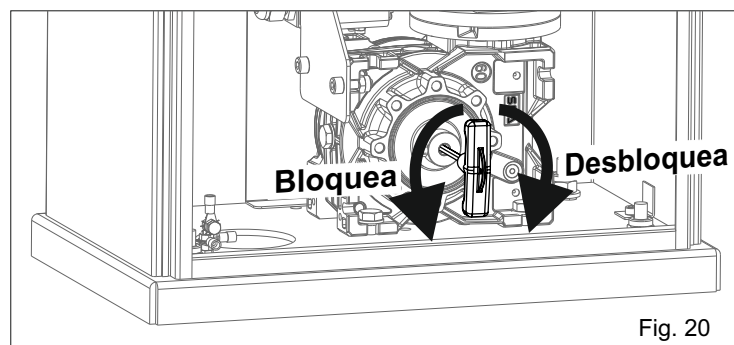

Fig. 20
- Insertar la llave de desbloqueo roja en equipaminto y **girar en sentido horario hasta el golpe, sin forzar** (Fig.20).
- Girar la llave de desbloqueo roja **en sentido anti-horario hasta el golpe, sin forzar** (Fig.20).